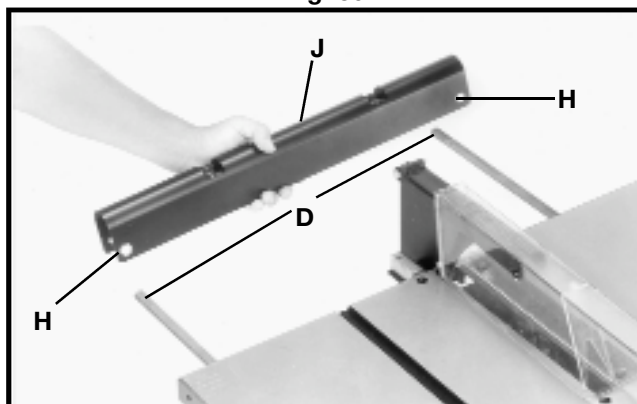

Fig. 31
3. Inserte las varillas (D), Fig. 31, en los orificios más grandes (H) en el soporte de avance de salida (J) como se muestra.